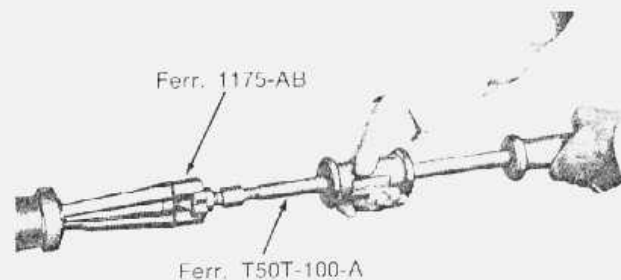

fig. 30 — remoção do vedador da extensão da carcaça
2. Quando necessário substituir o vedador traseiro, removê-lo cuidadosamente com uma talhadeira ou com auxílio da ferramenta mostrada na fig. 30. Remover a bucha conforme mostrado pela fig. 31.